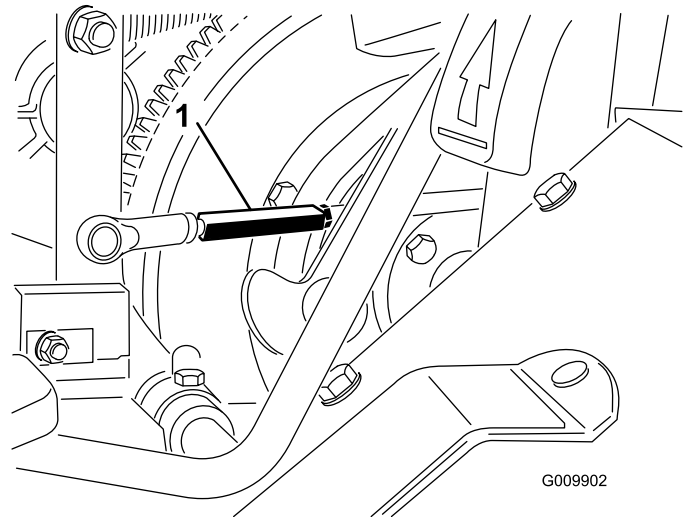

Bild 58
2. Lockern Sie die Klemmmuttern an den Enden der Antriebsstangentrommel (Bild 58).